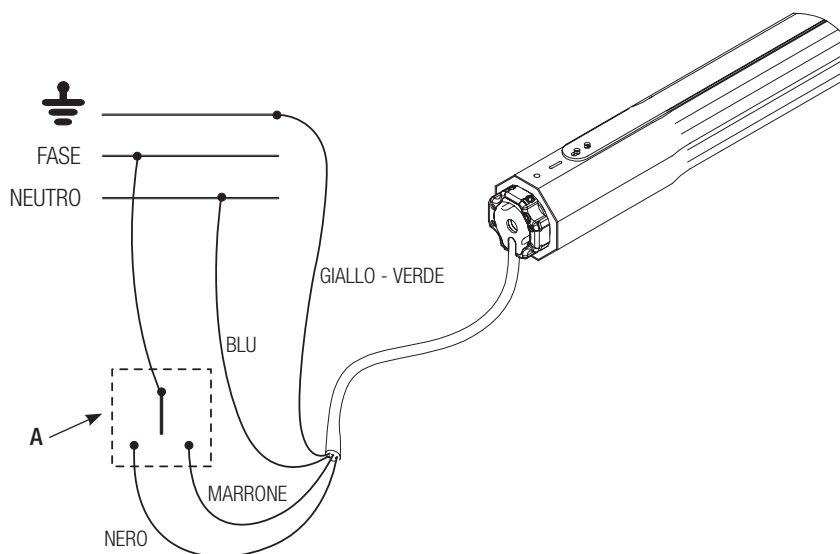

Fig. 17
5. Nel caso il senso di rotazione sia errato, togliere l'alimentazione e scambiare nel doppio pulsante interbloccato (Fig. 17 rif. A) il fili nero con quello marrone e verificare il corretto funzionamento.